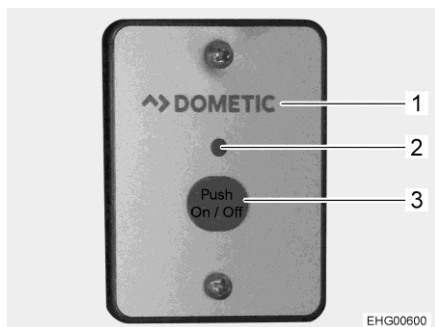

Bild 151 Extern brytare (växelriktare)
Den externa brytaren (Bild 151,1) är inbyggd i väggskåpet ovanför bordet.
- Tryck ner knappen "On/Off" (Bild 151,3). Lysdioden (Bild 151,2) lyser.
- Tryck ner knappen "On/Off" (Bild 151,3). Lysdioden (Bild 151,2) slocknar.